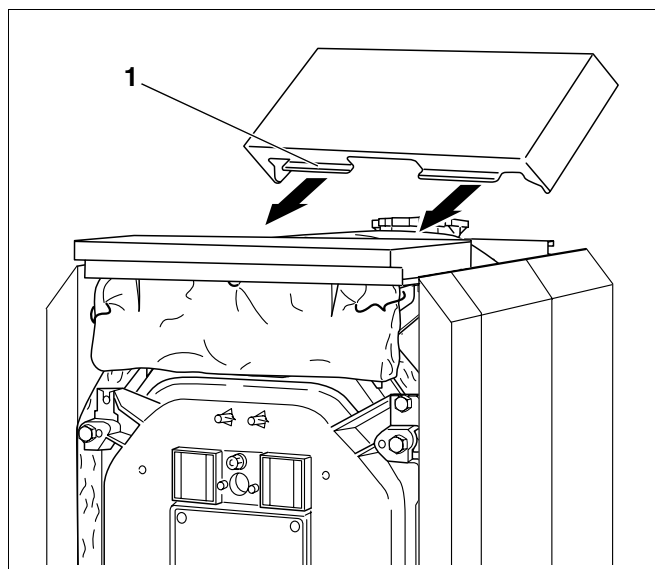

Fig. 53 Montering av midtre topplate
- Skyv kantene på kjelens midtre topplate (Fig. 53, **Pos. 1**) under kjelens fremre topplate og smett dem inn i rennen på sideveggene.